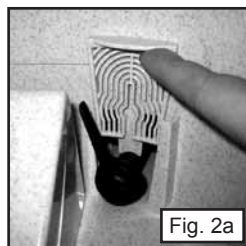

Fig. 2a
- 4) Ta bort förfiltret genom att försiktigt dra upp det i den övre fliken på förfiltret och rengör detta med tvål och vatten. (Fig. 2a)